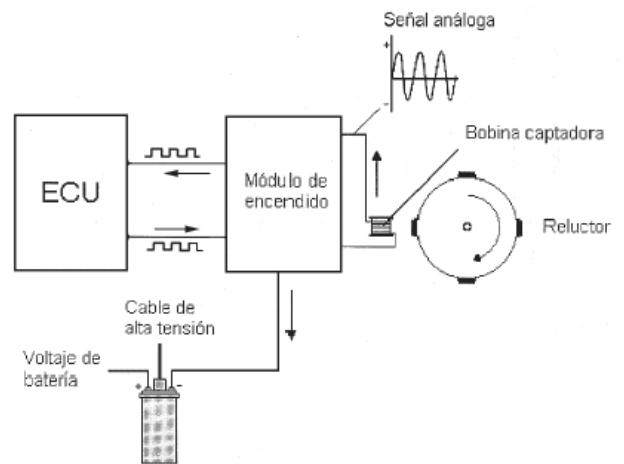

Figura 2.8
2) El sistema con módulo de encendido dentro de la ECU (Figura 2.8).